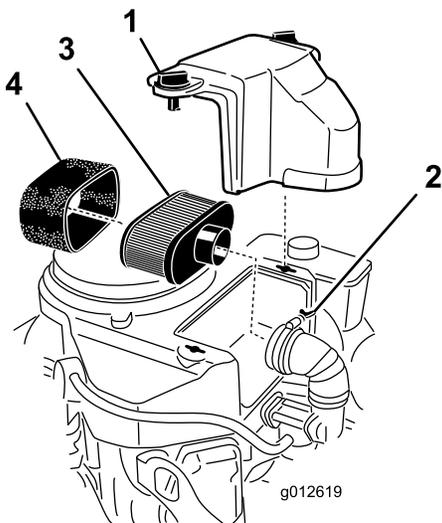

図 41
3. エアクリーナを外したときエンジン内部に異物が入らないよう、周辺をきれいに拭く(図 41)。
4. エアクリーナのカバーのノブのねじをゆるめてカバーを外す(図 41)。
5. エアクリーナのホースクランプをゆるめてエアクリーナアセンブリを外す(図 41)。
6. ペーパーエレメントからスポンジエレメントを注意深く取り外す(図 41)。
**注** 汚れがひどい場合には、新しいペーパーエレメントに交換する(図 41)。
1. ペーパーエレメントにスポンジエレメントを注意深く取り付ける(図 41)。
2. エアクリーナのベースまたはホースにエアクリーナアセンブリを取り付けて固定する(図 41)。
3. エアクリーナのカバーを取り付け、ノブを締め付けて固定する(図 41)。